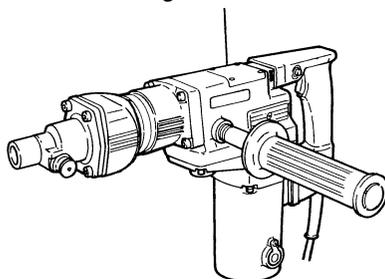

Fig. 18
(1) Quitar la cubierta del cigüeñal y limpiar la grasa interna. (Fig. 18)
(2) Aplicar 0.7 oz (20 g) de grasa para martillo eléctrico HITACHI tipo A (accesorio normales, contenida en tubo) en el cárter.